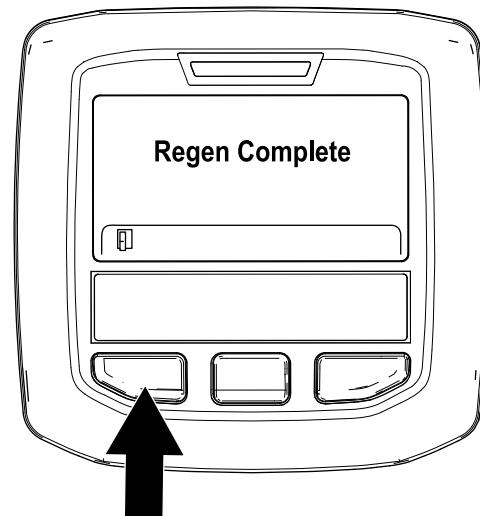

Bild 35
9. Die geparkte Regenerierung ist abgeschlossen, wenn die Meldung „Regen. Complete“ im InfoCenter angezeigt wird. Drücken Sie die linke Taste, um den Homebildschirm anzuzeigen (Bild 35).